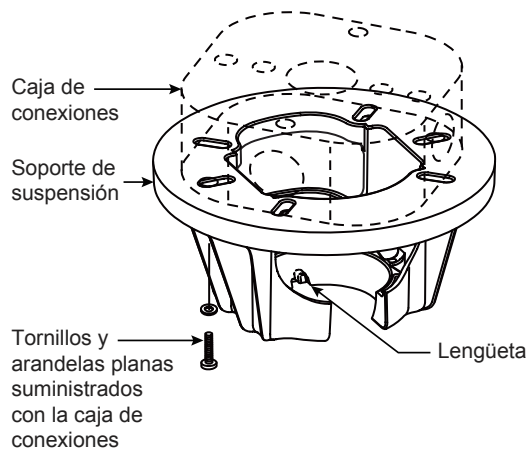
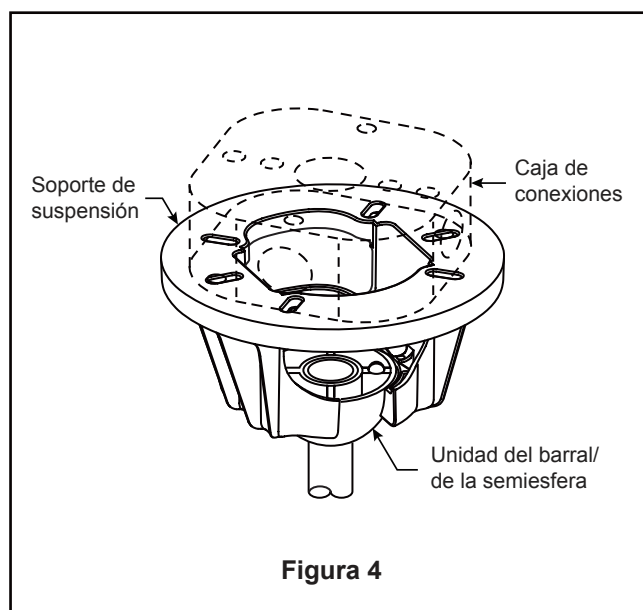

Figura 3
Figura 4
Uso del soporte (Figura 3)
3. Afloje los dos tornillos de fijación del soporte del barral de soporte para techo a través de la varilla. Introduzca los cables a través de la varilla. (Figura 3)
4. Coloque el soporte de la varilla y alinee los orificios de la clavija de horquilla en ambas piezas. Instale la clavija de horquilla y asegúrela con la pinza de horquilla. Fije los dos tornillos de presión y las tuercas de seguridad en el soporte de la varilla interior. Fije con seguridad el set de tornillos con el destornillador y luego fije bien las tuercas con una llave hexagonal. (Figura 4)
- ☐ 1. Fije bien el soporte de suspensión a la caja de conexiones con los tornillos y las arandelas planas suministrados con la misma. (Figura 3)
NOTA: Se deben pasar los tornillos de la caja de conexiones a través de los orificios que se encuentran en el soporte de suspensión. (Figura 3)
- ☐ 3. Con cuidado, levante el ventilador y apoye la unidad del barral/de la semiesfera en el soporte de suspensión que acaba de fijar a la caja de conexiones. (Figura 4) Asegúrese de que la ranura en la semiesfera esté alineada con el reborde del soporte de suspensión. (Figura 3)
2. Realice las conexiones de cables al bloque del terminal como se muestra en la Figura 3.
3. Una vez haya hecho las conexiones, coloque los cables hacia arriba y empújelos cuidadosamente hacia dentro de la caja de la toma de corriente, poniendo los cables blancos y verdes a un lado de la caja y los negros hacia el otro lado. Los cables deben ser colocados de forma extendida poniendo el conductor de la toma de tierra y el conductor de toma de tierra del equipo a un lado de la caja, colocando el conductor sin toma de tierra en el otro lado de la caja. (Figura 4)
- ☐ 3. Extraiga uno de los tres tornillos de la unidad de carcasa de iluminación. Guarde el tornillo para después y afloje levemente los otros dos tornillos. (Figura 3)
- ☐ **3.** Para que el ventilador sea funcional, instale dos pilas (incluidas) de 1,5V/AAA en el transmisor del mando a distancia. Mientras el ventilador esté apagado. A continuación, siga el proceso de fijación remota. (Si no se utiliza el ventilador durante un largo periodo de tiempo, extraiga las pilas para evitar cualquier daño al transmisor). Almacene el mando a distancia en un lugar alejado del calor o la humedad excesiva. (Figura 3)